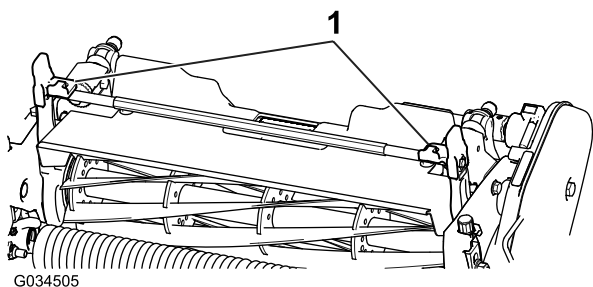
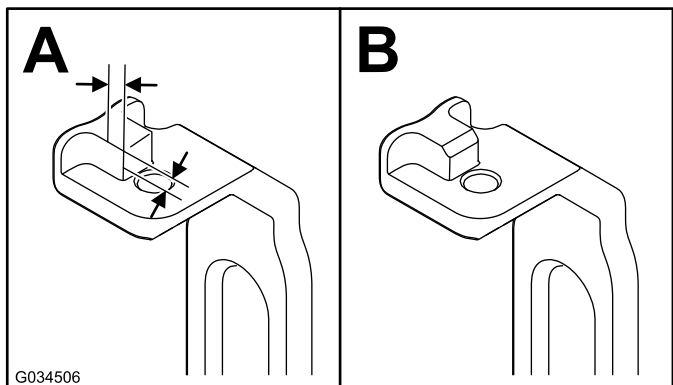

Figura 3
Figura 4
2. En ambos brazos de inclinación (Figura 3), mida 2,3 mm en una de las pestañas y lime la esquina, tal y como se muestra en la Figura 4.